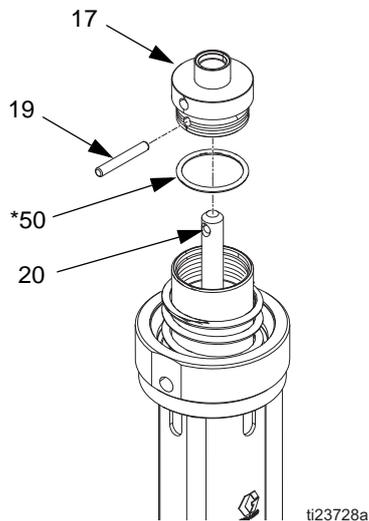

FIG. 14
5. Retire el pasador de posicionamiento (19) y quite el capuchón del pistón (17) del eje de transferencia (20). Retire la junta tórica (50\*) del capuchón del pistón. Inspeccione todas las piezas en busca de daños. Consulte FIG. 14.